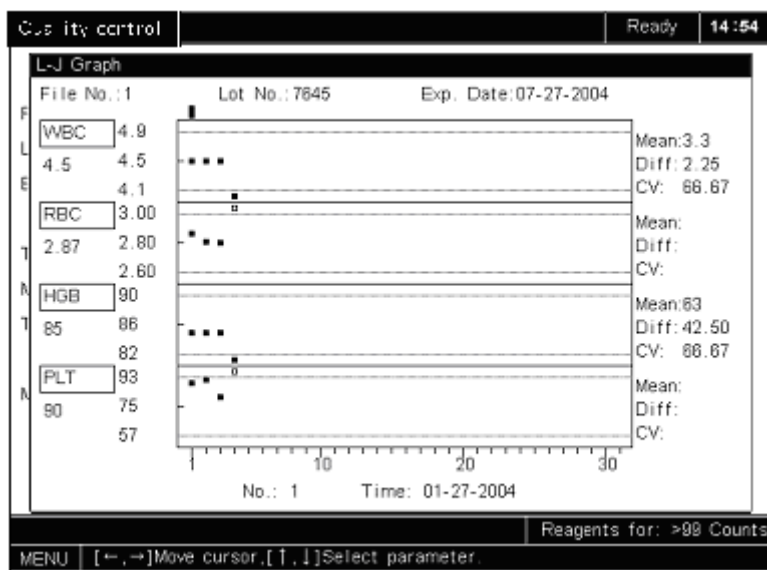
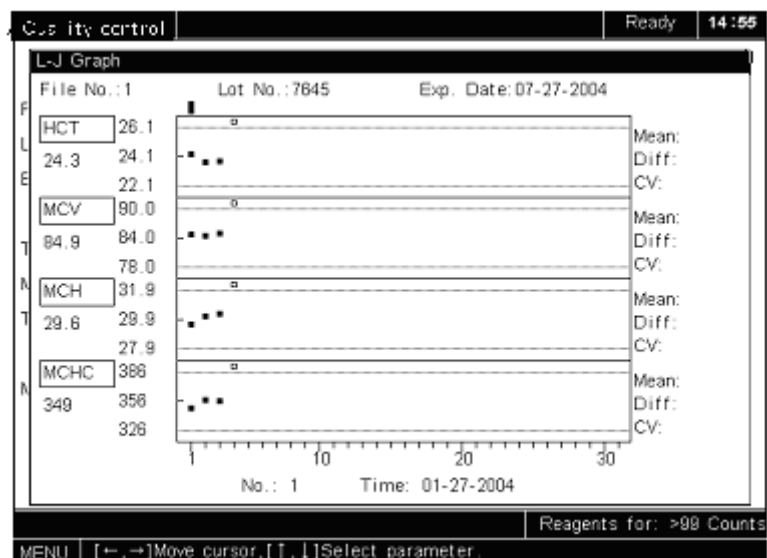

Abbildung 8-13 “L-J-Diagramm”-Anzeige (1)
Abbildung 8-14 “L-J-Diagramm”-Anzeige (2)
Drücken Sie in der “Qualitätskontrolle”-Anzeige [F4], um die “L-J-Diagramm”-Anzeige aufzurufen, wie in Abbildung 8-13 und Abbildung 8-14 dargestellt.
- Für jeden Parameter stellt die obere unterbrochene Linie des entsprechenden L-J-Diagramms die obere Grenze des erwarteten Bereichs des Analyseergebnisses dar. Der entsprechende Wert (4.9 im Beispiel von WBC in Abbildung 8-13) entspricht “Mittelwert + Bereich” und wird links von der Linie angezeigt.
- Für jeden Parameter stellt die untere unterbrochene Linie des entsprechenden L-J-Diagramms die untere Grenze des erwarteten Bereichs des Analyseergebnisses dar. Der entsprechende Wert (4.1 im Beispiel von WBC in Abbildung 8-13) entspricht “Mittelwert – Bereich” und wird links von der Linie angezeigt.
- Für jeden Parameter wird das entsprechende erwartete Ergebnis (4.5 im Beispiel von WBC in Abbildung 8-13) zwischen den Werten der oberen und unteren unterbrochenen Linie angezeigt.